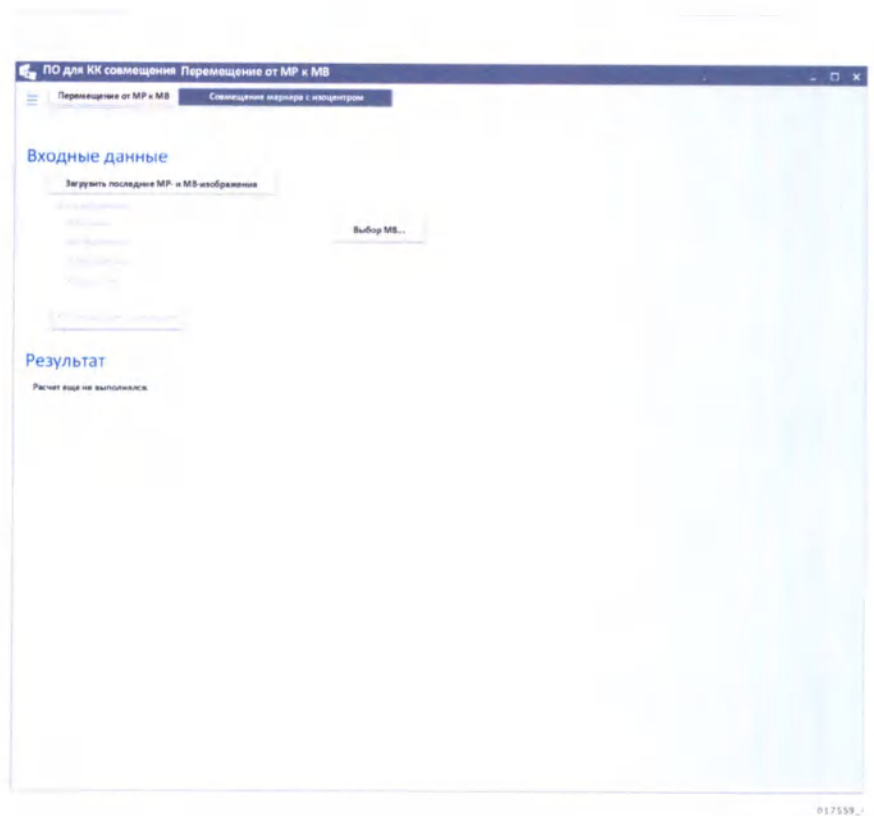

Рис. 7.27 Кнопка выравнивания маркера относительно изоцентра
- j Нажмите кнопку **Marker to isocenter alignment** (Совмещение маркера с изоцентром) (см. Рис. 7.27).